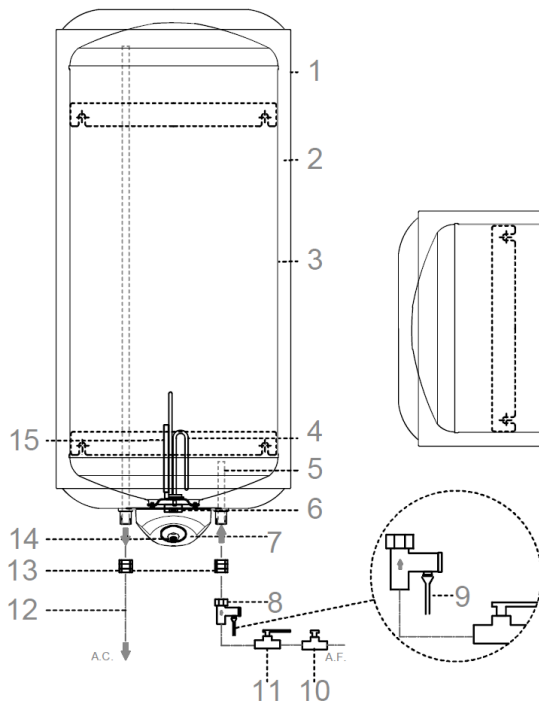

Fig. 7 Instalación vertical
Para facilitar, en su día, la revisión y limpieza interna, debe quedar un espacio libre de al menos 25 cm entre la tapa de protección (pos.7 en fig. 7 y 8, pág. 7) del termo y cualquier obstáculo fijo.
Al instalar las tuberías de agua siga las reglas básicas para la prevención de la corrosión: "No emplee cobre antes de hierro o acero, en el sentido de la circulación del agua". Para evitar pares galvánicos y su efecto destructor, rosque en los dos tubos del termo, (tal como se ve en los dibujos de la figs. 7, 8 pág. 7) y empleando cinta de teflón, los manguitos aislantes (pos. 13) suministrados con el termo.
Rosque al tubo de entrada de agua fría (azul) del termo, el grupo de seguridad hidráulica con dispositivo de vaciado (figs. 7, 8 pág. 7) suministrado con el termo. Instale en el tubo de alimentación de agua fría una llave de corte, tal como se ve en los dibujos (figs. 7, 8 y 9, pág. 7).
Conecte la tubería de distribución de agua caliente al manguito aislante del tubo de salida de agua caliente (rojo) del termo. El grupo o la válvula de seguridad hidráulica, suministrado con el termo, contiene una válvula de retención y de sobrepresión. Esta última abre como máximo a 6 bar. **Si la presión en la instalación de agua supera los 5 bar, instale un reductor de presión (pos. 10 en figs. 7 y 8 pag, 7), como indica la normativa.**
El uso generalizado de válvulas antirretorno en las acometidas de la red de agua sanitaria, ocasiona un fuerte aumento de presión por efecto del proceso de calentamiento; en estos casos se hace imprescindible conducir el desagüe de la válvula de seguridad a un tubo de evacuación provisto de sifón (figs. 7, 8, pág. 7); este tubo debe de salir al aire libre y debe de instalarse en declive continuo hacia abajo.
Conecte el termo enchufando su clavija. La lámpara piloto (pos. 14, figs. 7 y 8 pág. 7) encendida indica que se está calentando el agua; apagada indica que todo el agua caliente está a la temperatura seleccionada en el termostato de regulación del termo (pos. 6, figs. 7 y 8, pág. 7).
Es imprescindible que el Servicio de Asistencia Técnica (SAT) revise anualmente su termo para eliminar la cal depositada en el elemento calefactor (pos. 4, figs. 7 y 8, pág. 7) y comprobar el estado del ánodo de magnesio (pos. 15, figs. 7 y 8, pág. 7). Si el agua en su zona es muy dura o corrosiva debe solicitar revisiones más frecuentes.